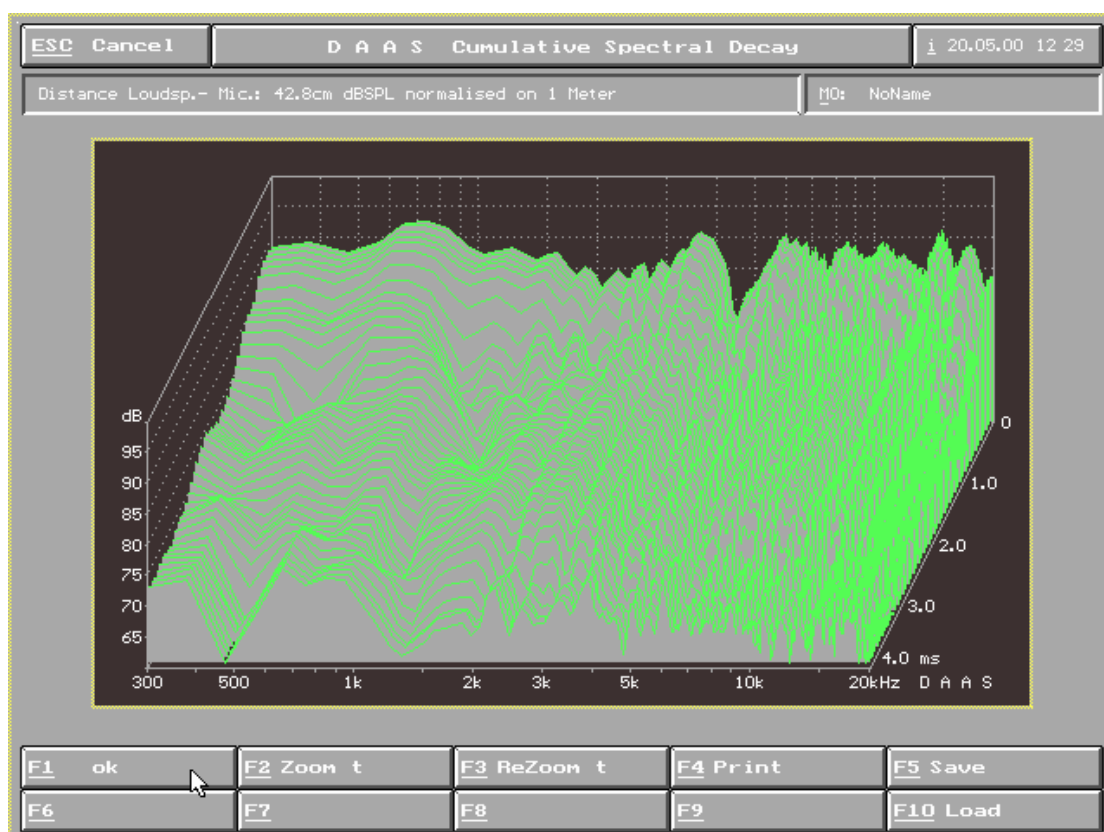

图 11
3) 点击 F6 waterfall 得到瀑布图 (图 11) F1 OK 返回上一界面